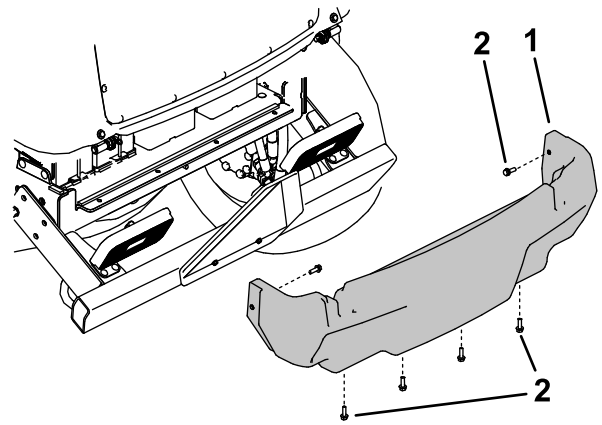

図 102
5. 後シュラウドをフレームに固定しているフランジねじ 6 本を外して後シュラウドを外す 図 102。
4. 後シュラウドを取り付ける 図 102。